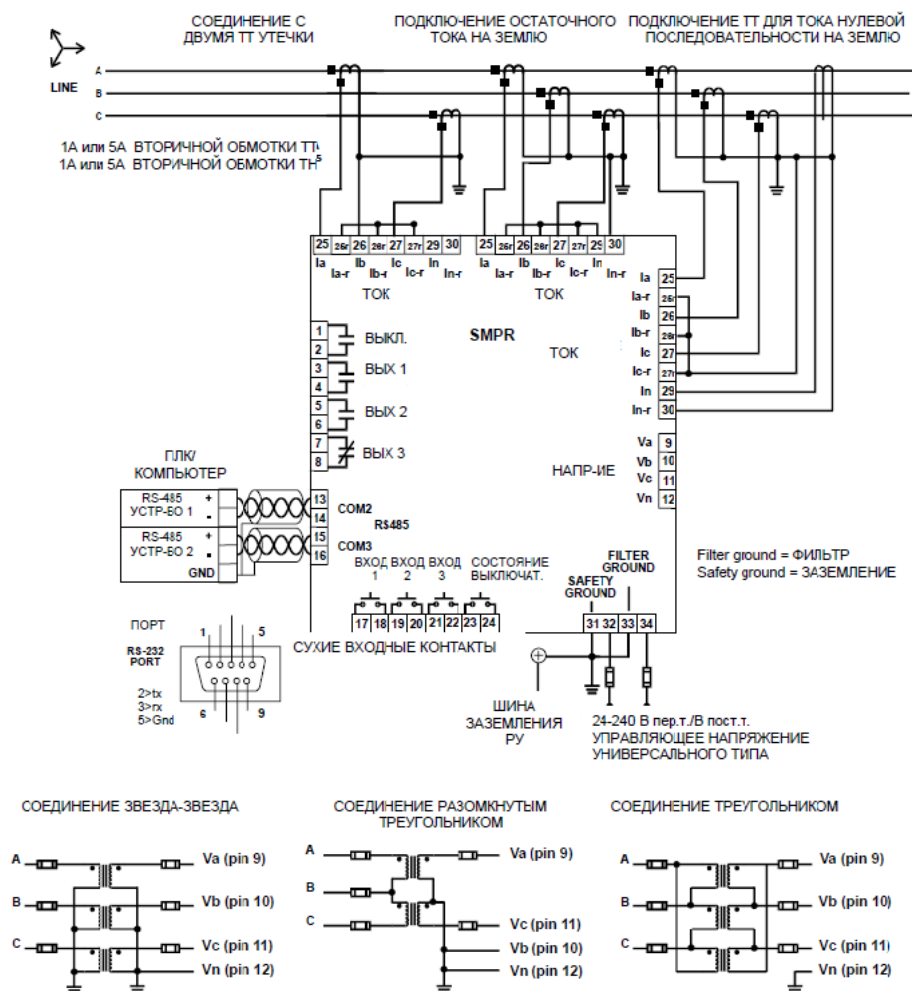

Рисунок 2.3 Схема соединений
- на Рис. 2.3 релейные контакты представлены в ситуации отсутствия питания.
В качестве датчиков тока используются трансформаторы тока (ТТ) с номинальным током вторичной обмотки 1 А или в 5 А. Выбор характеристик ТТ должен гарантировать достаточную мощность и отсутствие насыщения в случае короткого замыкания. 3 или 4 трансформатора, которые обеспечивают ток, пропорциональный фазовому или току на землю, следует подсоединить к клеммам с **25** по **30** [ Рис. 2.3].
Обычно для измерения тока утечки на землю реле IPR-A используется подключение остаточного тока на землю [ Рис. 2.3].
Все ТТ следует ориентировать одинаково, а точки, указывающие направление магнитных потоков, соединяют, как показано на Рис. 2.3.